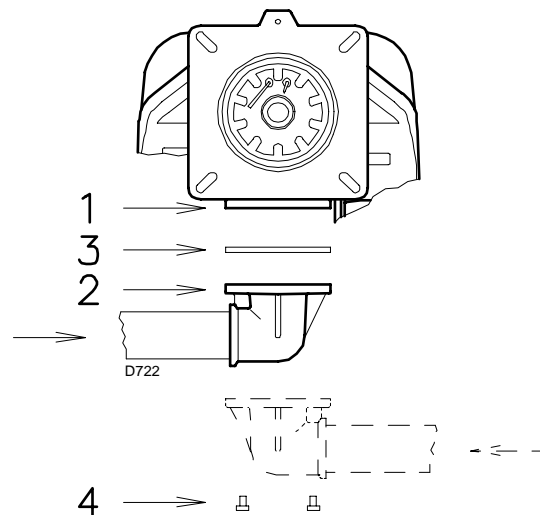

图 18
- ▶ 燃气阀组可从燃烧器的左边或右边进行安装，视具体情况，以方便安装为宜，见图 18。
- ▶ 燃气阀组必须用燃烧器随附的法兰 2)，垫片 3) 以及螺丝 4) 与燃气附件 1) (图 18) 相连接。